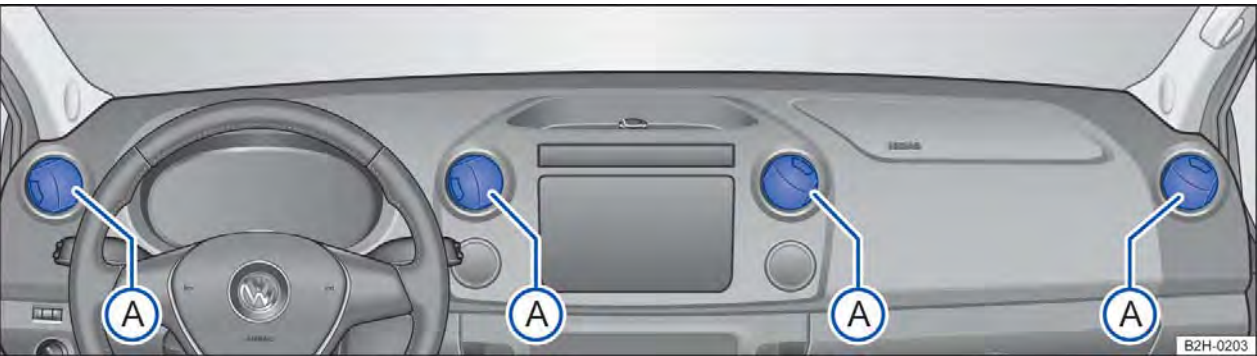

Fig. 123 Difusores de ar no painel de instrumentos.
Para atingir a potência de aquecimento, refrigeração e entrada de ar satisfatórias no interior do veículo, os difusores de ar $\Rightarrow$ Fig. 123 (A) devem permanecer abertos.